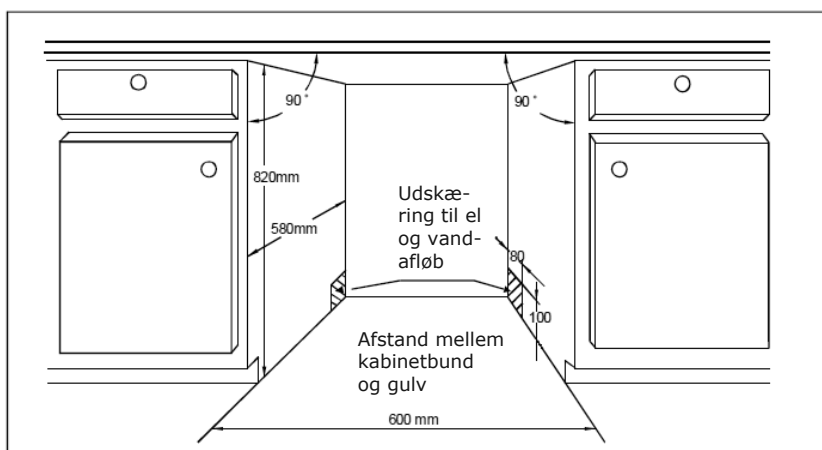

Fig. 1
1. Vælg en plads nær køkkenvask for at lette tilgang til vand og afløb (se fig. 1)